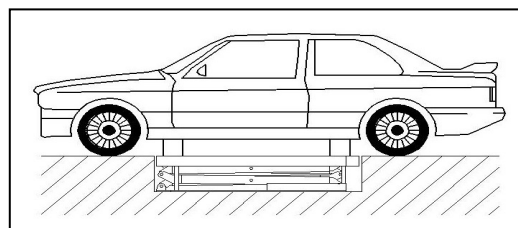

рис. 8
- убедиться в правильной установке автомобиля на подъемнике (рис. 8)